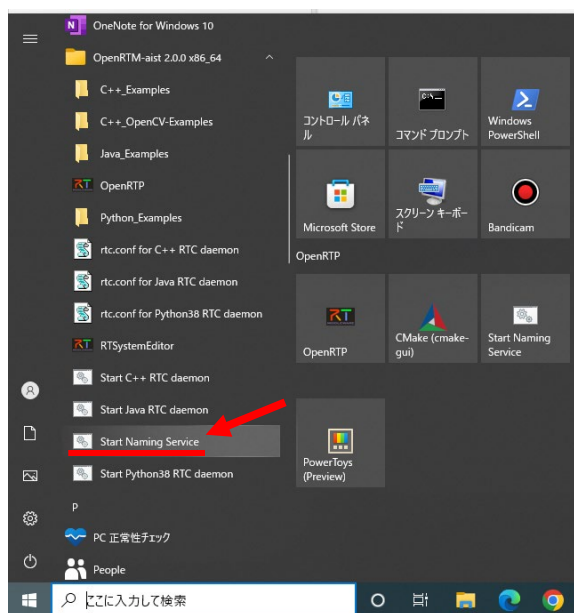

図 28 [Start Naming Service]の起動方法
- ⑦ 図 28 のように[デスクトップ]から[スタート]ボタンを選択し, 表示された項目の中から, [OpenRTM-aist 2.0.0 x86_64]フォルダー内の[Start Naming Service]をクリックし, アプリを起動させる.